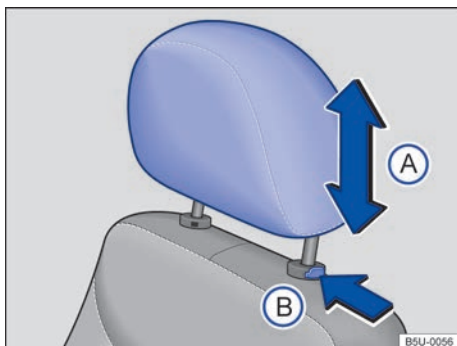

Fig. 65 Ajustar o apoio para cabeça dianteiro.
- Empurrar o apoio para cabeça para cima ou para baixo na direção da seta → Fig. 65 (A) → ⚠️ em *Introdução ao tema* na página 77.